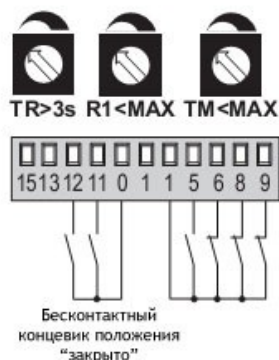

Рис. 5.4
- **Створки ворот останавливаются при достижении механических упоров и изменяют направление движения при обнаружении препятствия (Рис. 5.4)**